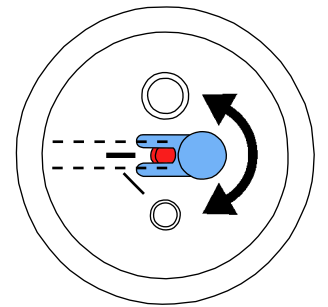

图 12
- 定量喷嘴必须用25-70 $\mu\text{m}$ 砂罐来调整（图 12）！